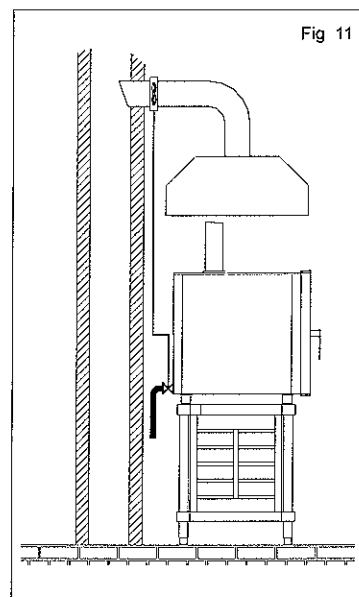

Fig 11
- a remoção do gás ao aparelho deve poder-se fazer só manualmente (Fig 11).